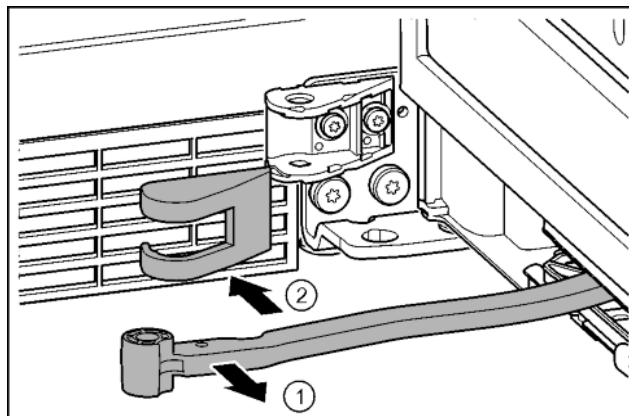

Fig. 20
- Повернуть шарнир в направлении двери. Fig. 20 (1)
- Снять крышку опорного кронштейна. Fig. 20 (2)